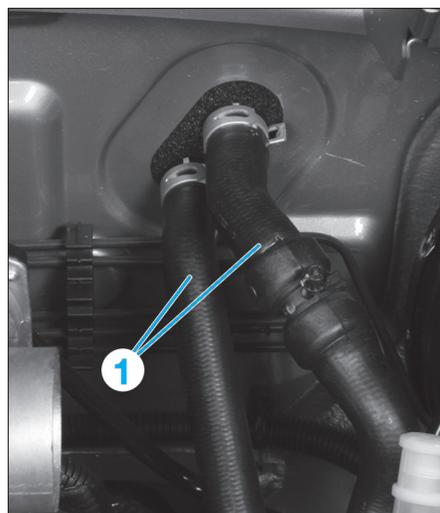

Fig. 17
- Vidanger le liquide de refroidissement (voir chapitre "Moteur" concerné) ou mettre des pince-durits sur les durits (1) (Fig.17).
- Déboîter les durits (1).